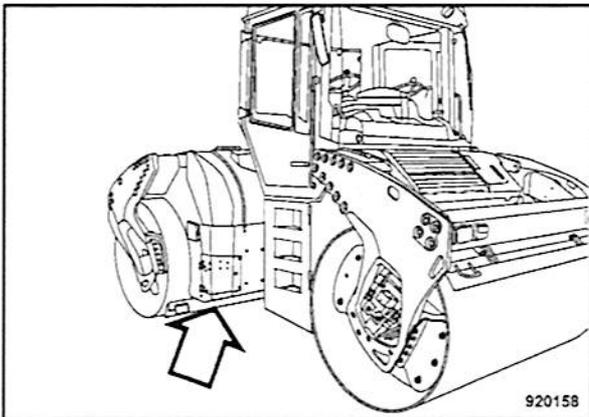

Fig. 196
- Abrir la tapa de mantenimiento (Fig. 196) hacia las bombas de agua.